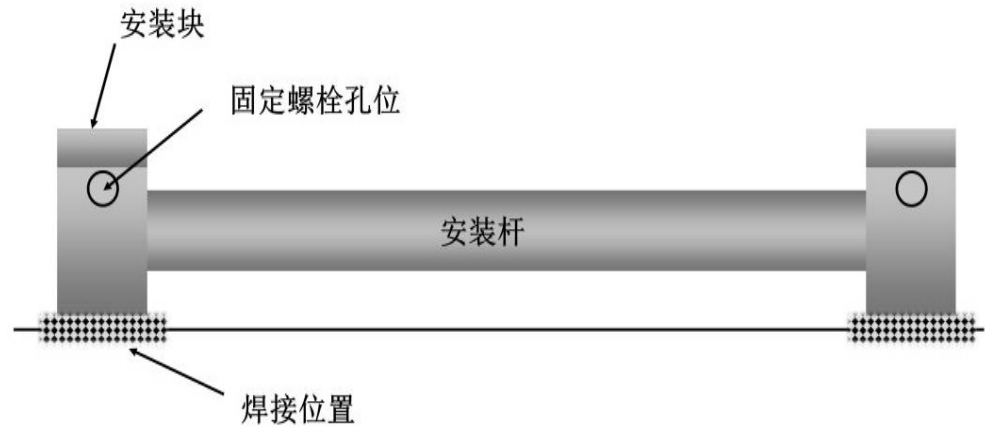

图 4
- 步骤 2:** 选取需要测试的点位进行定位，将安装有安装杆与安装夹具的结构至于结构表面上，确定安装点位后进行标记，将安装夹具一端焊接后，使用该结构定位另一端安装夹具的焊接。（如图 4 所示）；